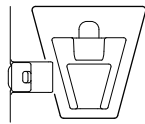
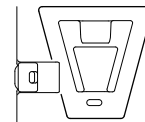

図 3
図 4
- ・カメラモジュールのVエッジが下がっていると、結合できません。(図 3) カメラモジュールのレコーディングモジュールリリースレバーを、押し下げてください。Vエッジが上がります。(図 4)